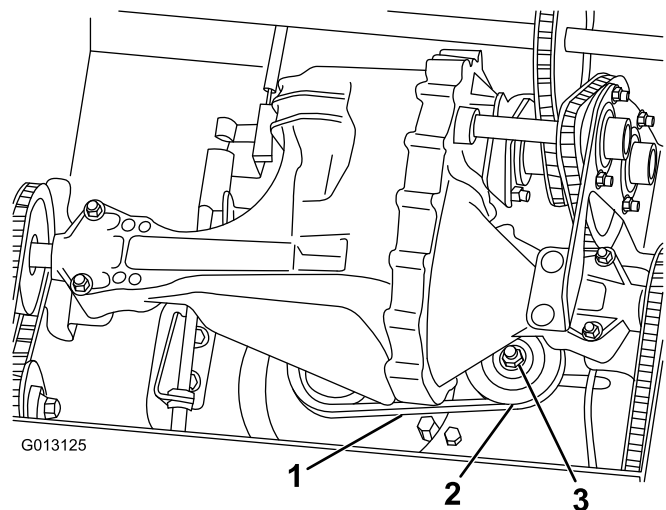

Bild 28
3. Wenden Sie eine Kraft von 4,5 kg auf die Mitte des Treibriemens an (**Bild 28**). Wenn der Riemen sich mehr als 1,3 cm durchbiegt, muss er wie folgt gespannt werden:
- A. Lockern Sie die Mutter, mit der die Spannscheibe befestigt ist (Bild 28).